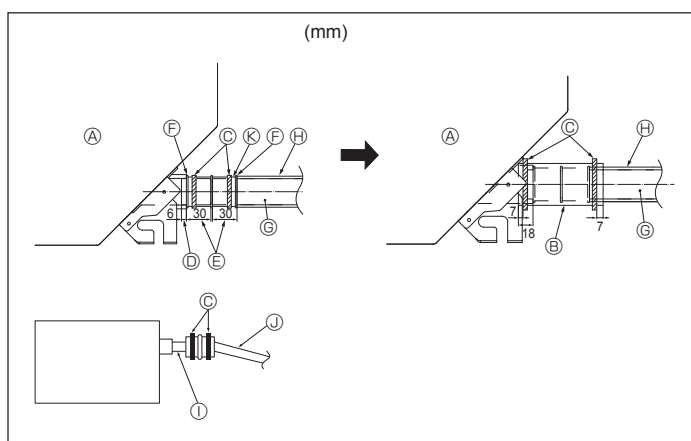

Fig. 5-2
1. Collegare il maniccotto di drenaggio (fornito con l'unità) all'apertura di drenaggio. (Fig. 5-2)